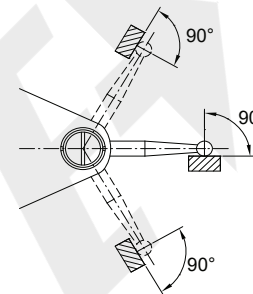

Abb.4
2. Während der Messung sollten die Taststifte senkrecht zur Messrichtung stehen (Abb. 4).